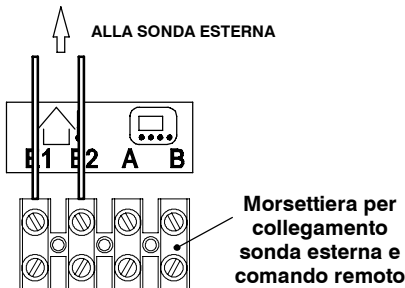

fig. 5.16
- Collegare ai morsetti **E1** e **E2** della morsetteria i due conduttori elettrici come indicato in fig. 5.16